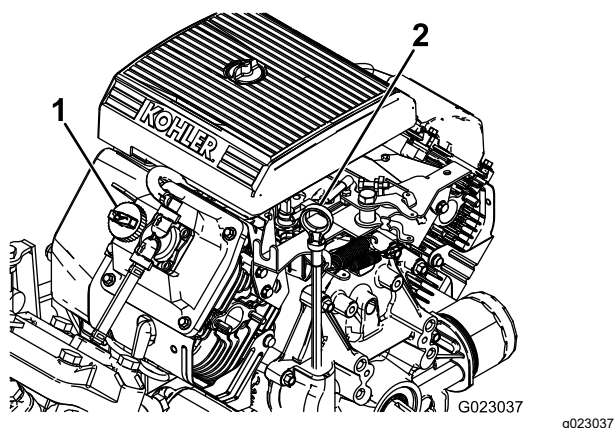

図 10
2. ディップスティックを抜ききれいなウェスで一度拭く【図 10】。
4. 油量が少なければバルブカバー【図 10】の上についている補給口を開け、ディップスティックの FULL マークまでオイルを補給するオイルの種類や粘度の選択については エンジンオイルについて \(ページ 46\) を参照